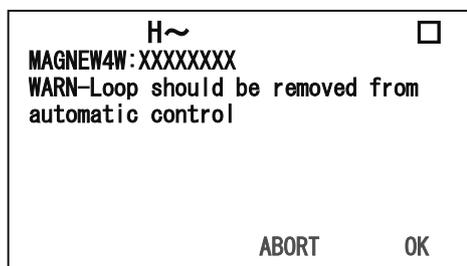

図3-2-3-1
と進んでください。図3-2-3-1が表示されます。
- ② 図3-2-3-2が表示されます。EXの固定値出力を始めるならSTARTを選択しENTERを押してください。